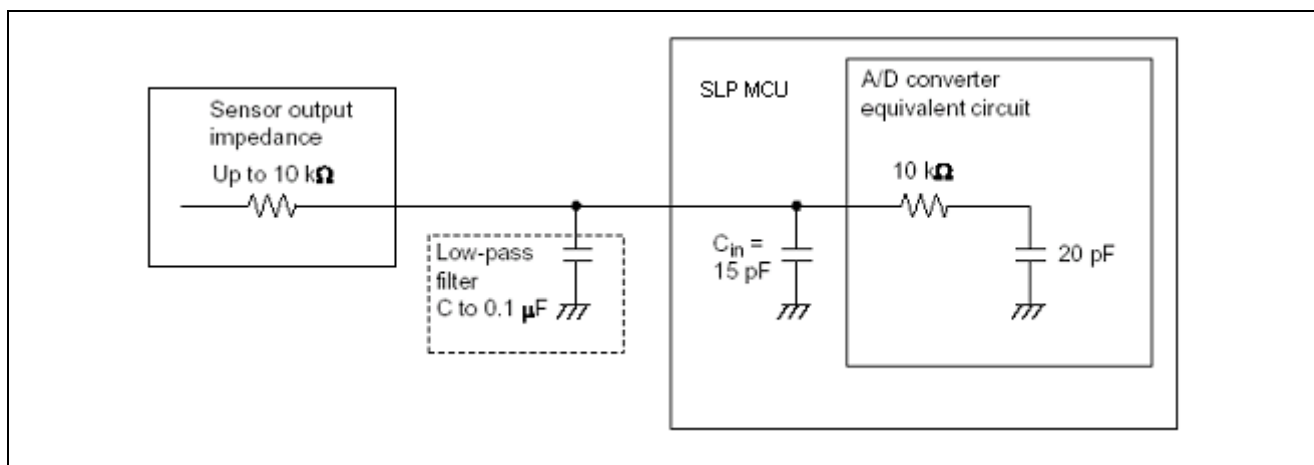

图 13 A/D 转换器的等效电路
- 最大容许信号阻抗为 $10\text{k}\Omega$ 。在传感器的输出阻抗超过 $10\text{k}\Omega$ 时，A/D 转换器的采样保持电路的输入电容就会充电不足，有可能降低 A/D 转换器的精度。图 13 是 SLP MCU 的 A/D 转换器的等效电路。在外部电容大的情况下，输入负载实际上变为 $10\text{k}\Omega$ 的内部输入阻抗。由于形成低通滤波器，也许不能正确地重生成高速模拟信号。